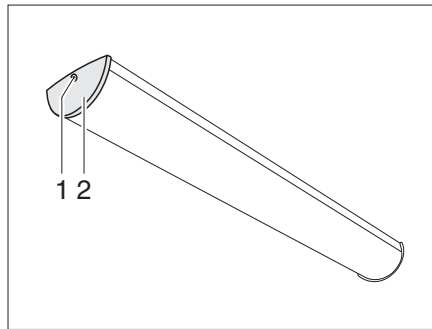

Fig. 262 Eclairage de la cellule
- Dévisser la vis (Fig. 262,1) et retirer le couvercle (Fig. 262,2).